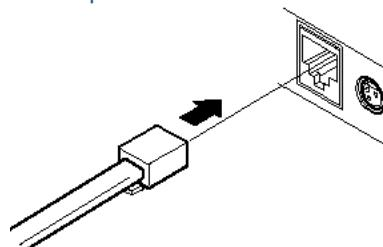

Рисунок 5 Подключение денежного ящика
2. Подсоедините вилку кабеля денежного ящика к соответствующему разъёму на задней панели принтера (см. Рис. 5).
1. Подсоедините вилку кабеля питания к адаптеру (см. Рис. 5, позиция А);
2. Вставьте вилку кабеля адаптера в разъём под кабель питания на задней стенке ККТ (см. Рис. 5, позиция Б);